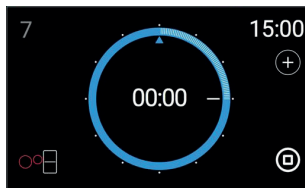

fig. 7
- 1 Après avoir sélectionné la durée de la minuterie, appuyez sur l'icône ⊕ (fig. 7) qui s'allumera en bleu. En enlevant votre doigt, l'option « Ajouter un signal sonore » se déroulera du bord inférieur vers le haut. Il est possible d'ajouter plusieurs signaux sonores sur la même plaque. Le « Signal sonore » est enregistré à l'intérieur de l'anneau horloge, grâce à un petit triangle bleu. Les signaux sonores peuvent être modifiés à tout moment.
- 2 Pour supprimer un « Signal sonore », faites glisser le triangle bleu (fig. 7), jusqu'à ce que l'anneau horloge soit sur la position 00:00.